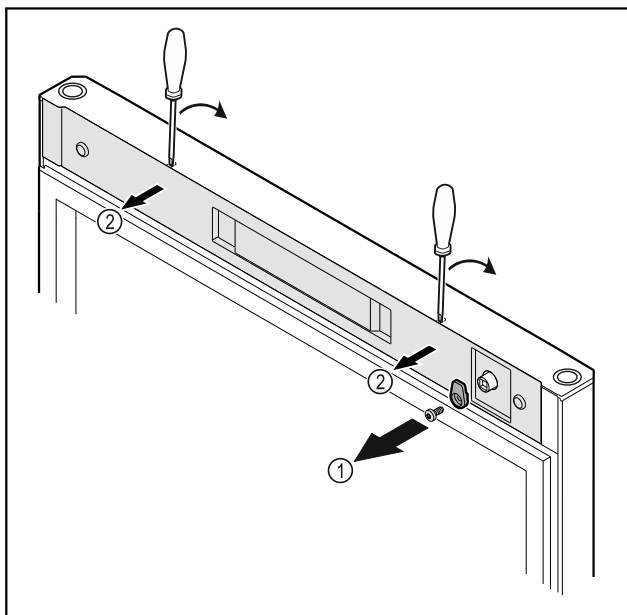

Fig. 21
- Odšroubujte petlici Fig. 21 (1).
- Uvolněte kryt Fig. 21 (2) malým šroubovákem a sejměte jej.